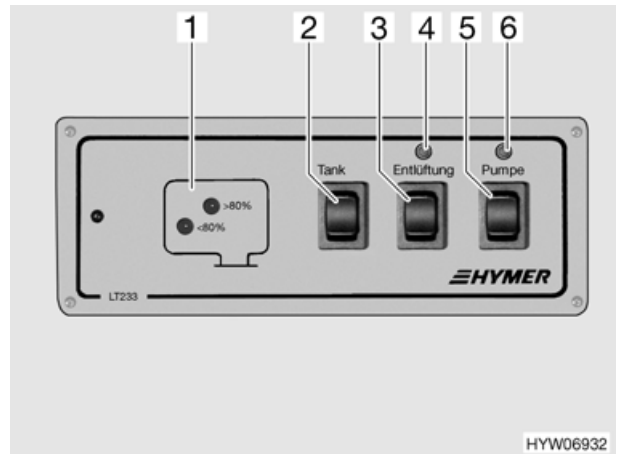

Fig. 91 Pannello di controllo per la toilette
- Premere l'interruttore a bilico (Fig. 91,5) in alto: si attiva la pompa. Ad inserimento avvenuto, si accende la luce spia di controllo (Fig. 91,6) di colore verde.
- In caso di necessità premere in alto l'interruttore a bilico (Fig. 91,3): si attiva per un breve momento l'aerazione. Ad inserimento avvenuto, si accende la spia di controllo (Fig. 91,4) di colore verde.
- Premere l'interruttore a bilico (Fig. 91,2) in alto: una delle luci spia (Fig. 91,1) si accende.